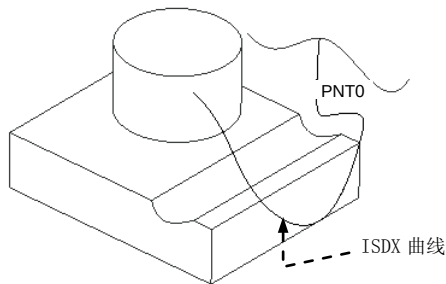
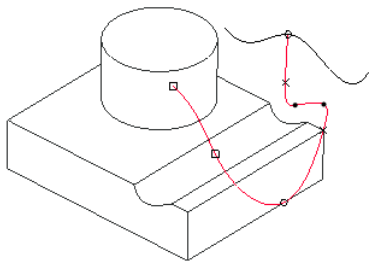

图 8.3.6 模型
图 8.3.7 编辑曲线
(1) 将工作目录设置至 D:\Creo1.2\work\ch08\ch08.03。
(2) 打开文件 curve_edit.prt。
Step2. 编辑定义模型树中的造型特征，进入 ISDX 环境。在图 8.3.6 所示的模型树中，右击 **类型 1**，从弹出的快捷菜单中选择 **编辑定义** 命令。
Step3. 单击 **样式** 功能选项卡 **曲线** 区域中的“曲线编辑”按钮 **曲线编辑**。选取图 8.3.6 中的 ISDX 曲线。系统弹出“造型：曲线编辑”操控板，此时模型如图 8.3.7 所示。